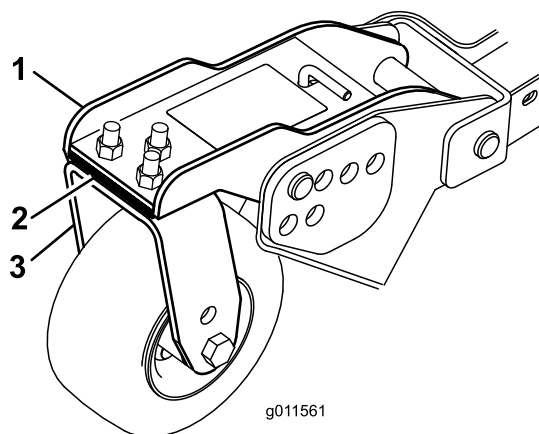

Bild 35
3. Stellen Sie die Beilagscheiben (3 mm) an den vorderen Laufradgabeln auf die entsprechende Schnitthöhe auf dem Aufkleber ein (Bild 35).
3. Wenn die innere Schnittkante des Seitenmähwerks im Verhältnis zur äußeren Kante des Frontmähwerks zu hoch ist, entfernen Sie eine Beilagscheibe von der Unterseite des vorderen inneren Laufradarms am Seitenmähwerk (Bild 35).